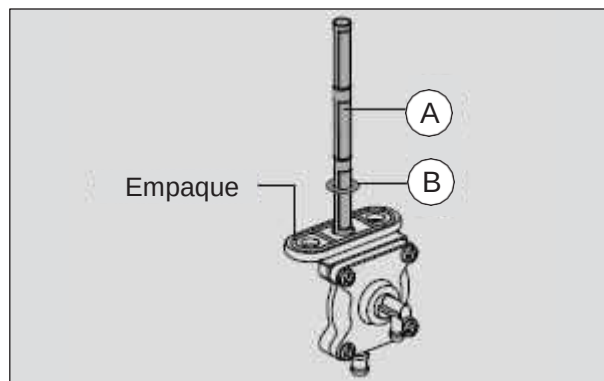

Fig.4.6
- El filtro (A) está unido al grifo y queda dentro del depósito de combustible para evitar la entrada de impurezas al carburador. (Fig. 4.6)
- Limpie el filtro de combustible periódicamente. Revise el filtro y si evidencia algún daño replácelo. Durante el montaje reemplace el O-ring (B) por uno nuevo. (Fig. 4.6)